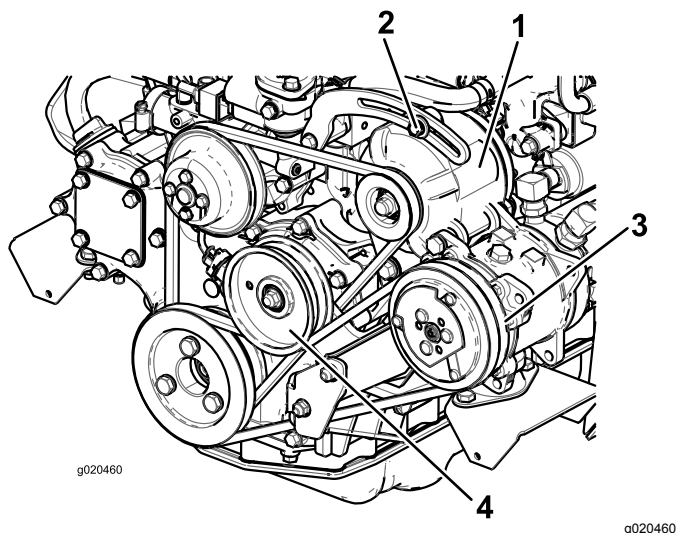

Рисунок 96
Если прогиб не равен 10 мм, ослабьте болты крепления генератора (Рисунок 96).
2. Для установки величины отклонения 10 мм ослабьте болт крепления натяжного шкива (Рисунок 96).